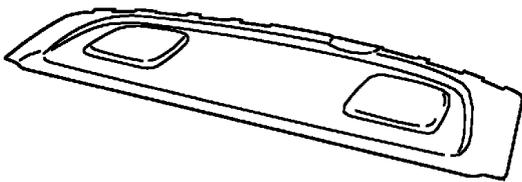

図5-1
1. リアシート後ろのリアパーセルセルフフィニッシャーに減衰力調整ケーブル用のφ5の穴を開けてください。（図5-1）
4. リアパーセルセルフフィニッシャーを車両に取付け、穴にケーブルを通してください。（図5-1）